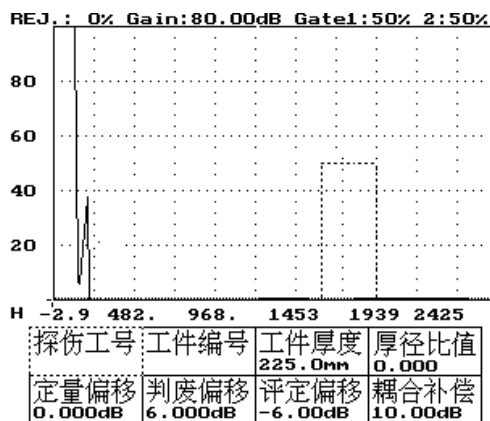

图 1-3
- 3、按进入键——显示探伤参数菜单，如图 1-3 所示。
- 3、按进入键——显示探伤参数菜单，如图 1-3 所示
3. 按进入键——显示探伤参数菜单，如图 1-3 所示。